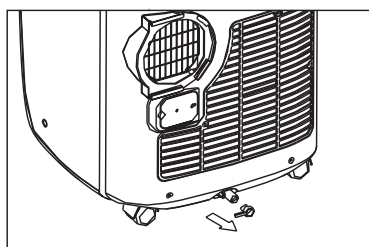

Fig. 24
Con cuidado, traslade la unidad a la zona de drenaje, abra el tapón de drenaje inferior y deje que salga el agua. (Fig. 24). Reinicie la máquina hasta que desaparezca el símbolo "P1". Si el error persiste, llame al servicio técnico.
- Retire el tapón de la salida inferior y se drenará toda el agua de la bandeja inferior. (Véase fig. 24).